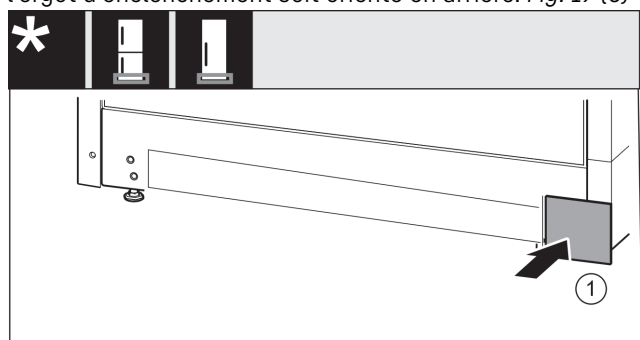

Fig. 20
- Remettre en place le cache de l'autre côté. Fig. 20 (1)